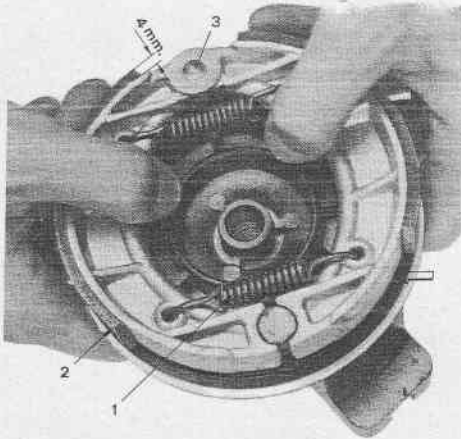

Fig. 37 - Disco portaceppi
- Smontare il disco portaceppi e controllare lo spessore dei ferodi, i quali non devono essere inferiori a 2 mm., nel qual caso è bene sostituirli usando un cacciavite e facendo leva come indicato dalla freccia in Fig. 37, sganciare le molle e sostituire i ceppi. E' consigliabile a ogni operazione di smontaggio ingrassare la camma.